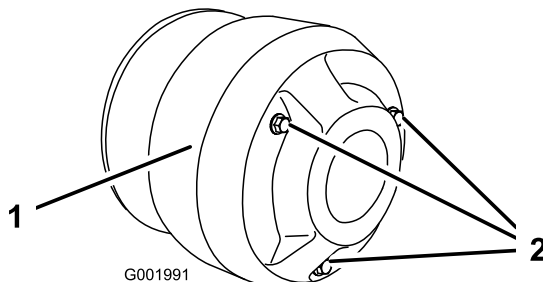

Figure 56
4. Retirez les trois boulons de fixation du couvercle de l'embrayage et déposez le couvercle (Figure 56).